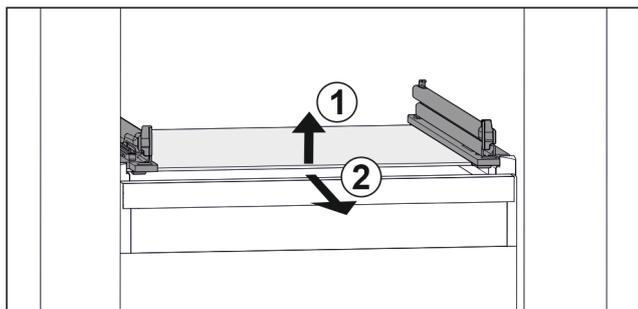

Fig. 50 Primjerni prikaz staklene ploče
- ▶ Staklenu ploču podignite sprijeda. Fig. 50 (1)
- ▶ Izvadite staklenu ploču prema naprijed. Fig. 50 (2)